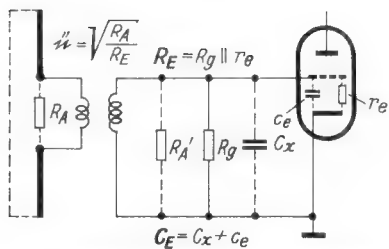

Bild 5. Prinzipschaltung einer UHF-Eingangsstufe mit Antennenanpassung
nungserhöhung durch die Eingangstransformation einer Breitband-UHF-Stufe (Bild 5) charakteristische Kenngrößen ableiten [4]. In diesem Fall ist jedoch das Produkt aus Spannungsüberhöhung A (vergleichbar mit der Aufschaukelung A im Normalwellenbereich) und der Wurzel aus der Bandbreite B maßgebend. Die notwendige Anpassung des Antennenwiderstandes RA an den Eingangswiderstand RE erfordert ein Transformationsverhältnis  $\bar{u}$  nach Formel (11). Durch die Anpassung wird der wirksame Eingangswiderstand halbiert und die Spannungsüberhöhung ergibt sich nach Formel (12). Die Bandbreite des Eingangskreises läßt sich dann nach Formel (13) errechnen. Für die Breitbandqualität des Eingangskreises läßt sich als charakteristischer Kennwert das Produkt  $(A \cdot \sqrt{B})$  nach Formel (14) ableiten. Ebenso ergibt sich eine Grenzfrequenz  $f_g$  nach Formel (15). Auch bei der Eingangsübertragung ist ein Optimalbereich mit einer oberen Grenzfrequenz  $f_0$  nach Formel (16) vorhanden, in dem die gewünschte Bandbreite B durch entsprechende Einstellung von RE ( $R_E = r_e || R_A$ ) eingehalten werden kann. In dem anschließenden Grenzbereich, in dem bei 200 MHz praktisch ausschließlich gearbeitet wird, erhält man die Spannungsüberhöhung A nach Formel (18) und im Optimalbereich nach Formel (17).